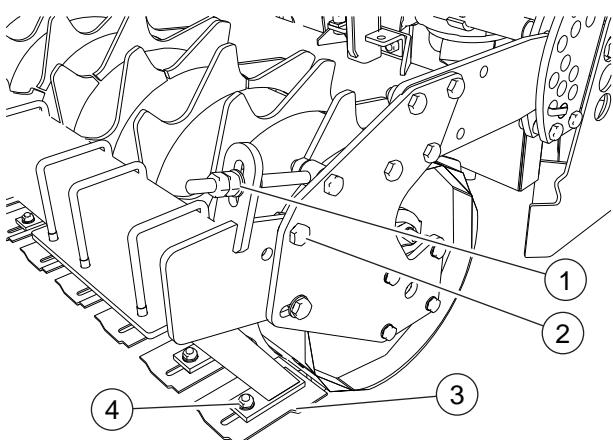

FIG. 34
- Aflojar la tuerca (2, "Fig. 34").
- Aflojar las tuercas (1) hasta acercar el rascador al rodillo en la medida que se deseé.